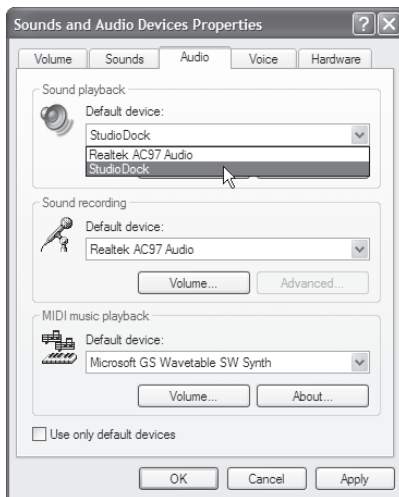

Figure 11
3. Normalement, le StudioDock doit être sélectionné comme périphérique par défaut et son volume doit être au maximum. Sélectionnez-le comme unité par défaut pour la lecture dans la fenêtre Sons et périphériques audio du Panneau de configuration (Figure 11).